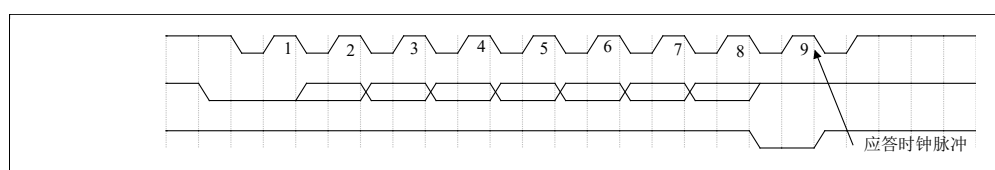
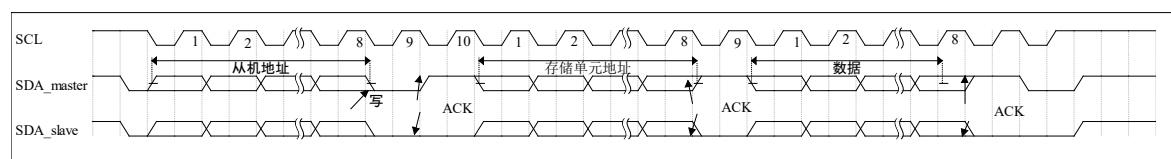
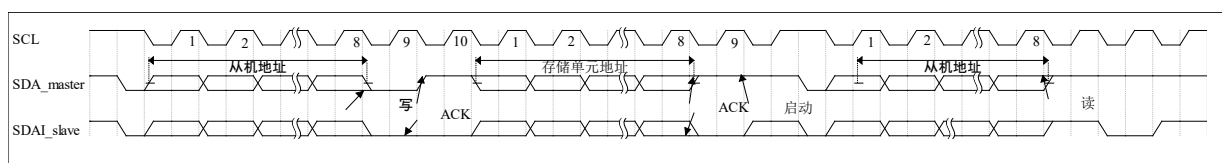
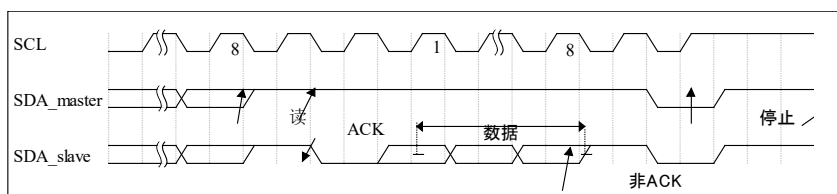

图 2-45 I2C 总线上应答时序图
图 2-46 I2C 写数据时序图
图 2-47 I2C 读指定地址数据的时序图 1
图 2-48 I2C 读指定地址数据的时序图 2（时序接着上图）
- （5）应答信号：在接收到一个字节的的数据后，通常需要发出一个应答信号。在发出一个字节的的数据后，通常需要接收一个应答信号。发送方在应答时钟脉冲期间释放 SDA 线，接收方拉低 SDA 线，并且在 SCL 的高脉冲期间保持为 0，如图 2-45 所示。I2C 读写控制器必须有产生一个与这个应答位相联系的额外的时钟脉冲。在读操作中，读写控制器对 I2C 完成的最后一个字节不产生应答位，但是会有一个结束信号。
发送方: 满足启动条件后, 从 SDA 线先后串行写入 I2C_CTRL[i2c_saddr], I2C_CTRL[i2c_r_wn]=0 写操作, 应答, I2C_CTRL[i2c_maddr], 应答和 I2C_CTRL[i2c_data]、应答, 最后是停止信号。参考图 2-46 I2C 写数据时序图。
满足启动条件后, 从 SDA 线先后串行写入 I2C_CTRL[i2c_saddr], I2C_DATA[i2c_r_wn] = 0 写操作, 应答信号, I2C_DATA[i2c_maddr], 应答。重新启动, I2C_CTRL[i2c_saddr], I2C_DATA[i2c_r_wn] = 1 读操作, 应答。接收方回复读取的数据 I2C_DATA[i2c_data], 非应答, 最后是停止信号。参考图 2-47 和图 2-48。
在数据传输过程中, 若没有应答或产生其他错误, i2c_error 标志将被置位, 如果设置 I2C_CTRL 寄存器中的 i2c_error_en 位, 将产生中断。图 2-45 是 I2C 应答时序图, 图 2-46 和图 2-47 分别是 I2C 的写数据和读指定地址数据的时序图。